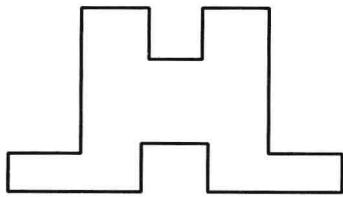
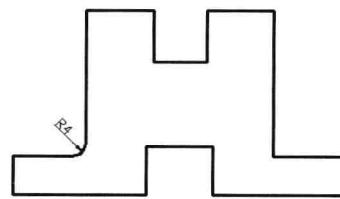

图 4-5-28
图 4-5-29
- (1) 打开素材文件“4-5-8.dwg”文件，如图 4-5-28 所示。
- (2) 单击“常用”选项卡，在“修改”面板中单击“圆角”按钮 ，或者选择菜单命令“修改 / 圆角”。
- (3) 命令行提示“当前设置：模式 = 修剪，半径 = 0.0000 选择第一个对象或 [放弃(U)/ 多段线(P)/ 半径(R)/ 修剪(T)/ 多个(M)]”，输入“r”，按 Enter 键。
- (4) 命令行提示“指定圆角半径 <0.0000>”，输入“4”，按 Enter 键。
- (5) 命令行提示“选择第一个对象或 [放弃(U)/ 多段线(P)/ 半径(R)/ 修剪(T)/ 多个(M)]”，分别单击两条相邻的直线，即可创建这两条直线之间的圆角，如图 4-5-29 所示。